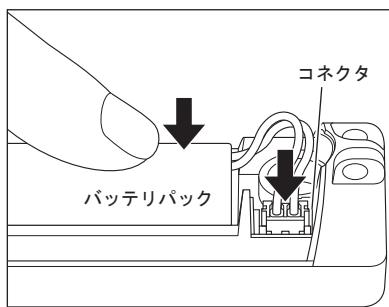

図 14
7) ラベルの指示に従い、コネクタを向きを合わせてしっかりと挿し込みます。(図 14)
8) バッテリパックをモータハンドピースに装着します。(図 14)